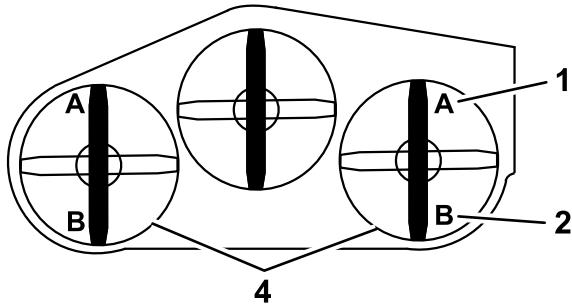

Figura 72
9. En ambos lados de la carcasa, mida desde la superficie nivelada hasta la punta delantera de la cuchilla (Posición A). La medida debe ser de 7.6 cm (3 pulg.) (Figura 72).
15. En ambos lados de la carcasa, mida desde la superficie nivelada hasta la punta trasera de la cuchilla (Posición B). La medida debe ser de 8.3 cm (3-1/4 pulg.) (Figura 72).